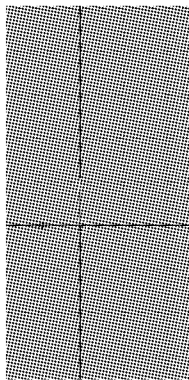

图 3-14 创建曲线
(1) 在 Side(侧视图)创建一条 CV 曲线, 如图 3-14 所示。